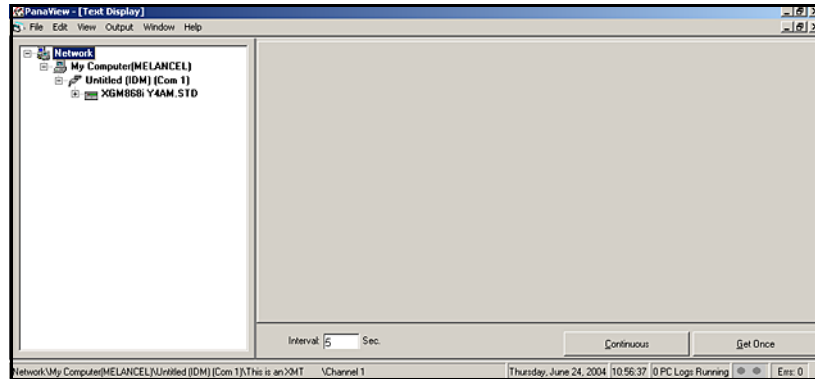

Figure 19: La fenêtre Text Display
2. À l'aide du menu *Window* (fenêtre), décrit dans le *guide d'installation de PanaView*, disposez les fenêtres ouvertes selon le format souhaité. Pour expliquer cette procédure, la *Figure 19* ci-dessous illustre la fenêtre *Text Display* développée complètement (plein écran).
5. Avant d'afficher les valeurs réelles des données dans le volet de texte, activez l'un des modes de recueil des données suivants (voir Figure 19 à la page 52) :